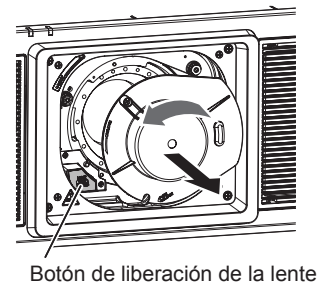

Figura 2
- 2) **Extraiga la cubierta de la zona de la lente. (Figura 2)**